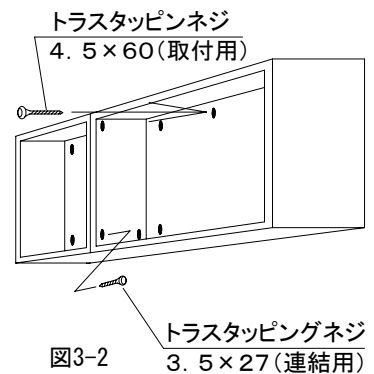

図3-2
(4)キャビネットの設置 (図3-2)
- ①キャビネットの設置位置を壁面に罫書いてください。
- ②設置位置の罫書き線にキャビネットをあてがい所定のネジで取付けてください。